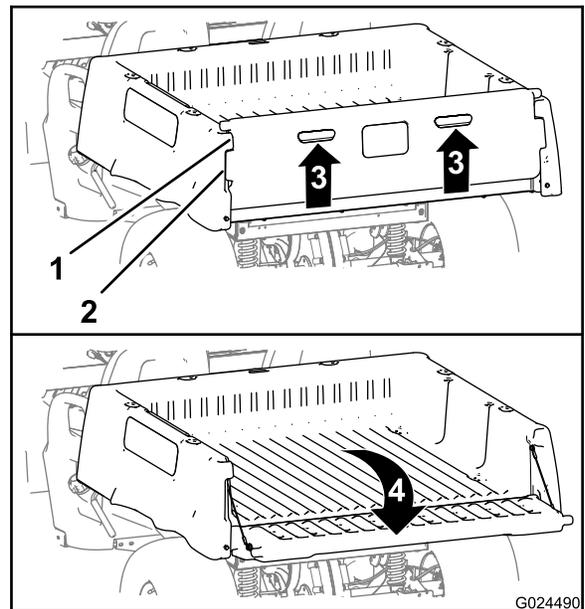

Bild 12
3. Fluchten Sie die Riegelflansche an der Heckklappe mit den Öffnungen zwischen den Heckklappenflanschen an der Staubbox aus (Bild 12).
4. Drehen Sie die Heckklappe nach hinten und unten (Bild 12).
2. Heben Sie den Fingerzug an, der die Rückplatte an der Heckklappe zurückzieht (Bild 12).
6. Drehen Sie die Heckklappe nach oben und vorne, bis die Riegelflasche an der Heckklappe mit den Heckklappenvertiefungen an der Staubox bündig sind (Bild 12).
7. Senken Sie die Heckklappe ab, bis sie im Heck der Staubox sitzt (Bild 12).